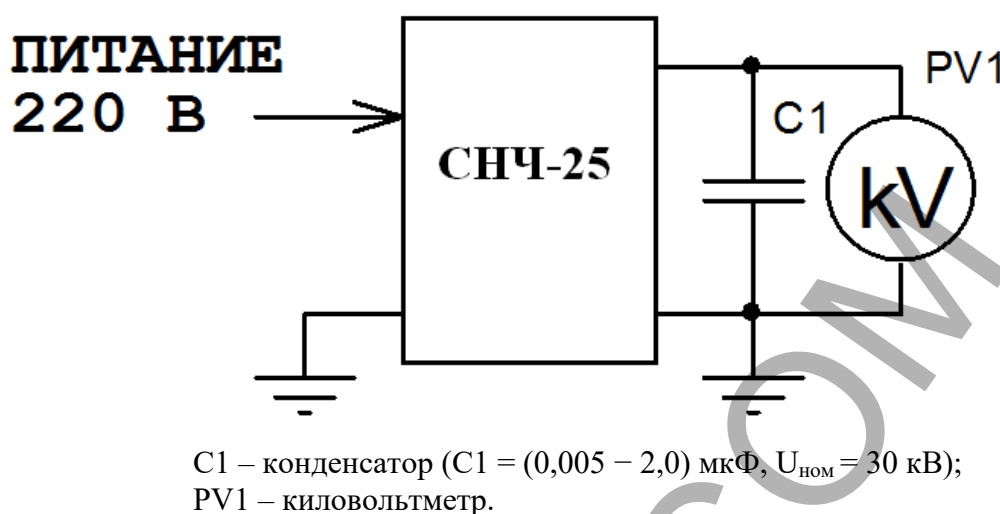

Рисунок 11 – Схема соединений при определении погрешности измерений испытательного напряжения
7.7.3.2 В качестве измерителя переменного напряжения до 25 кВ использовать киловольтметр PV1 с классом точности не менее 1,0 (см. рисунок 11).
7.7.3.3 В качестве емкостной нагрузки использовать конденсатор С1 (см. рисунок 11).